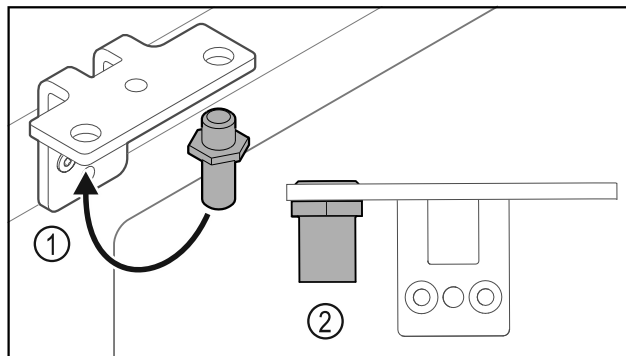

Fig. 37
- Aseta saranakulman pultti Fig. 37 (1) toiseen paikkaan.
- Kiristä pultti Fig. 37 (2) **vääntömomentilla 12 Nm**.